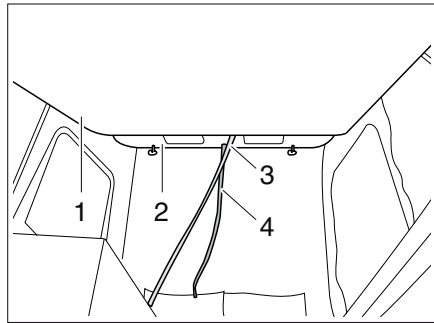

Bild 144 Bett im Schlafdach
- Schlafdach (Bild 144,2) an den Griffen mit beiden Händen nach oben drücken.
- Matratze (Bild 144,1) an Ziehvorrichtung (Bild 144,3) nach unten ziehen bis sie hörbar einrastet.
- Matratze (Bild 144,1) nach oben drücken.
- Schlafdach an der Ziehvorrichtung (Bild 144,4) nach unten ziehen.